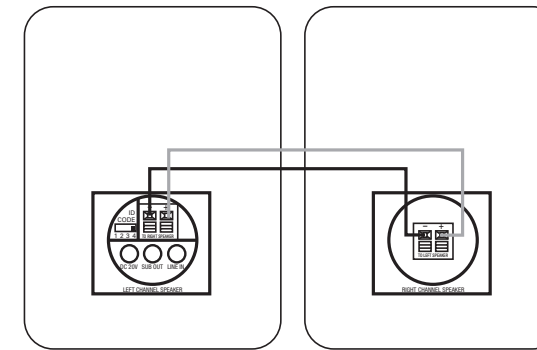

Figura 3.
Vedere la figura 3. Il cavo per diffusori in dotazione è colorato per semplificare il riconoscimento dei due conduttori. Utilizzate i colori del cavo per accertarvi di collegare il terminale positivo (+) di un diffusore al terminale positivo (+) dell'altro diffusore e, allo stesso modo, il terminale negativo (-) di un diffusore al terminale negativo (-) dell'altro. È possibile utilizzare il conduttore colorato per collegare indifferentemente i terminali positivi (+) o i terminali negativi (-).
Punto 3. Collegare il cavo per diffusori (incluso) ai terminali presenti sul diffusore attivo 6 e ai terminali presenti sul pannello posteriore del diffusore passivo 10, come mostrato nella figura 3. Il cavo per diffusori in dotazione è colorato per semplificare il riconoscimento dei due conduttori. Utilizzate i colori del cavo per accertarvi di collegare il terminale positivo (+) di un diffusore al terminale positivo (+) dell'altro diffusore e, allo stesso modo, il terminale negativo (-) di un diffusore al terminale negativo (-) dell'altro. È possibile utilizzare il conduttore colorato per collegare indifferentemente i terminali positivi (+) o i terminali negativi (-).
Punto 3. Collegare il cavo per diffusori (incluso) ai terminali presenti sul diffusore attivo ⑥ e ai terminali presenti sul pannello posteriore del diffusore passivo ⑩, come mostrato nella figura 3. Il cavo per diffusori in dotazione è colorato per semplificare il riconoscimento dei due conduttori. Utilizzate i colori del cavo per accertarvi di collegare il terminale positivo (+) di un diffusore al terminale positivo (+) dell'altro diffusore e, allo stesso modo, il terminale negativo (-) di un diffusore al terminale negativo (-) dell'altro. È possibile utilizzare il conduttore colorato per collegare indifferentemente i terminali positivi (+) o i terminali negativi (-).